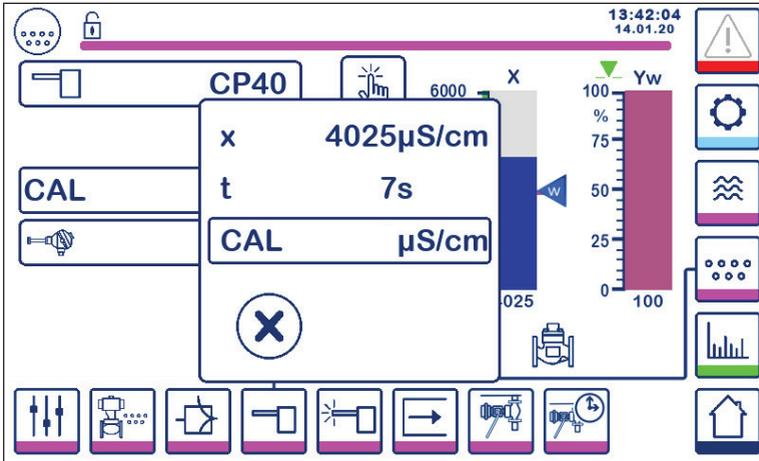

Abb. 36 Kalibrierung mit Elektrode in der Abschlammeleitung
- Das Kalibrierungsverfahren starten (Abbildung 36) und die Zeit notieren, die für die Stabilisierung der Anzeige benötigt wird.